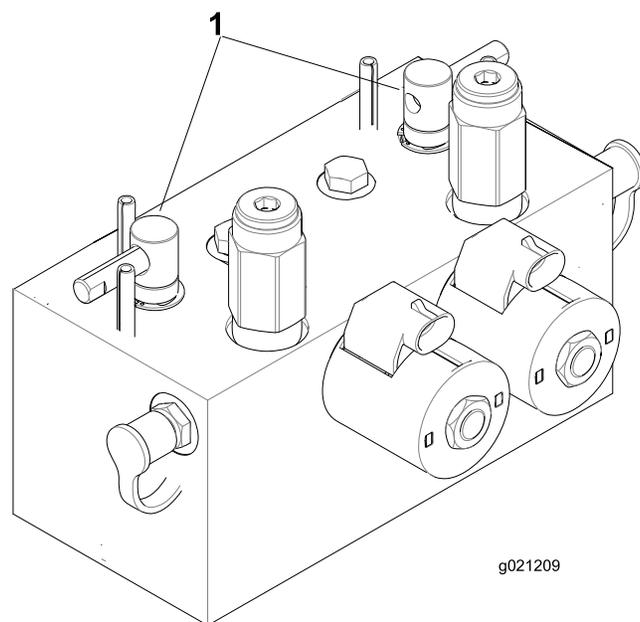

Figura 70
2. Desbloquee y levante el asiento para poder acceder a las palancas de autoafilado (Figura 70).
5. Seleccione la palanca de autoafilado correspondiente a los molinetes que desea autoafilar: delanteros, traseros o ambos (Figura 70).